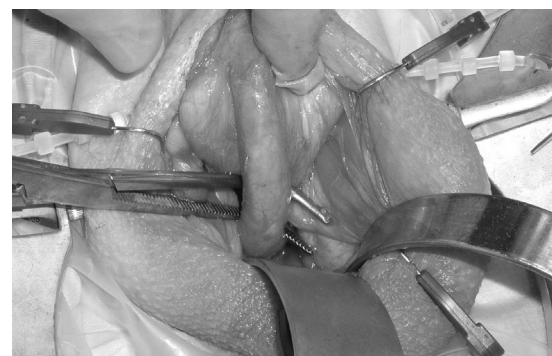

Figura 4-19.
8. Dato che il paziente si trova in posizione supina, l'uretra è mobile ed è possibile usare una clamp ad angolo retto, per effettuare la dissezione posteriore con visione praticamente diretta. La clamp ad angolo retto viene allargata, per creare lo spazio sufficiente al posizionamento della cuffia occlusiva. (**Figura 4-19**)